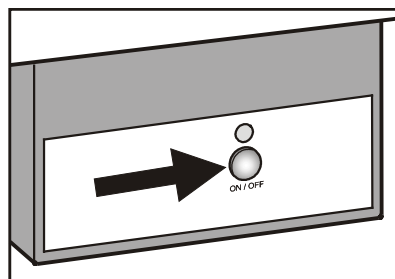

Figura 21
- Presione el botón en el alojamiento del fabricante de hielo (**Figura 21**) durante aproximadamente 3 segundos. El piloto LED encima del botón comenzará a parpadear.
*El fabricante de hielo también puede ser encendido y apagado pulsando el botón "On/Off" de la caja del fabricante de hielo durante aproximadamente 1 segundo (**Figura 21**).*